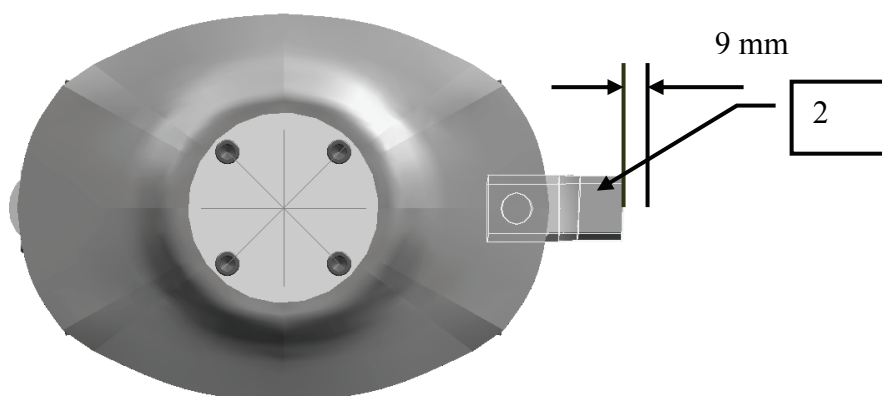

Abb.16: Verschleißgrenze
- die genieteten Messerhaltebolzen (1) locker sind (diese keinesfalls anschweißen!)
- die Messerhaltebolzen (1) mehr wie 20 % verschlissen sind; hierzu neues Messer (2) einhängen. Dieses darf sich nicht mehr wie insgesamt 9 mm raus- und reinschieben lassen (Abb. 16 )
Der **Verschleiß der Messerhalter muss regelmäßig überprüft** werden. Ist ein Messerhalterbolzen verschlissen, Maße (Abb. 16), so muss der gesamte Messerhalter ausgewechselt werden.